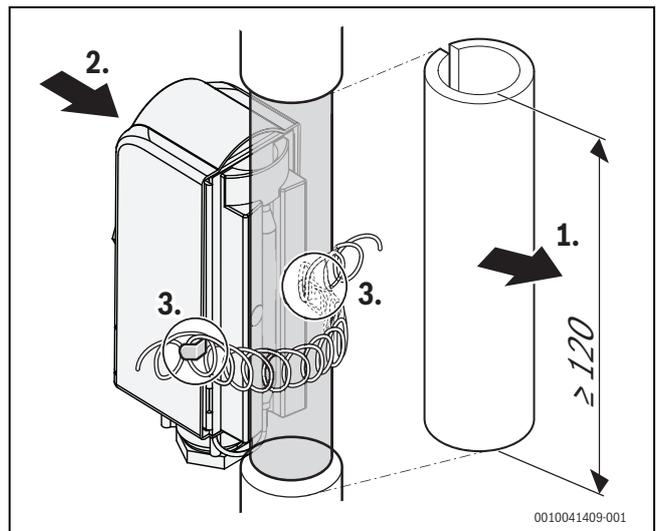

Bild 18 Temperaturwächter montieren
- ▶ Temperaturwächter ohne Luftspalt am Vorlaufrohr mittels Federband befestigen (→ Bild 18).